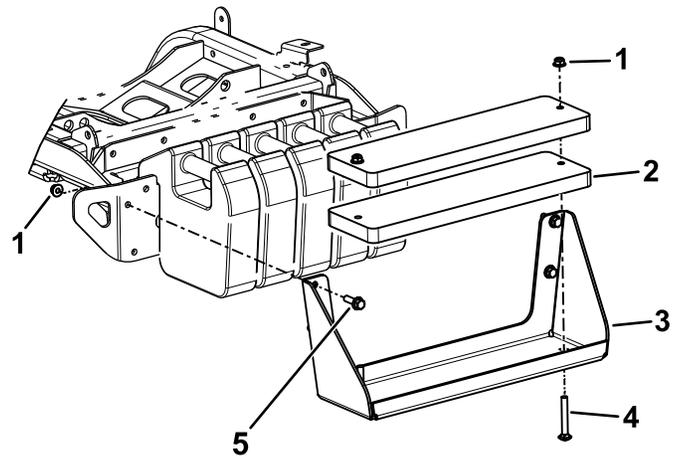

Figure 1
1. Utilisez les 4 boulons à tête hexagonale pour fixer le support des masses sur le pare-chocs (Figure 1).
2. Fixez les masses sur le support à l'aide de 2 boulons de carrosserie et 2 écrous (Figure 1).